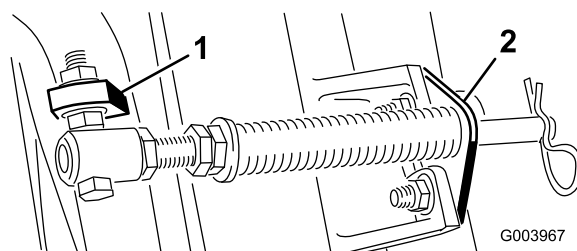

Figura 5
- D. Monte el soporte de la varilla en las pestañas de la unidad de corte con los pernos de cuello cuadrado y las tuercas (**Figura 5**).